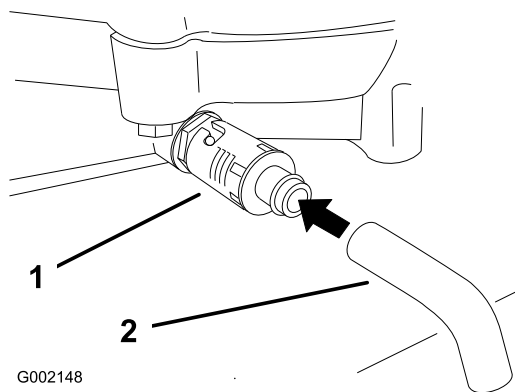

Figura 20
- Collocate una bacinella sotto lo spurgo. Girate la valvola di spurgo dell'olio per lasciare defluire l'olio (Figura 20).